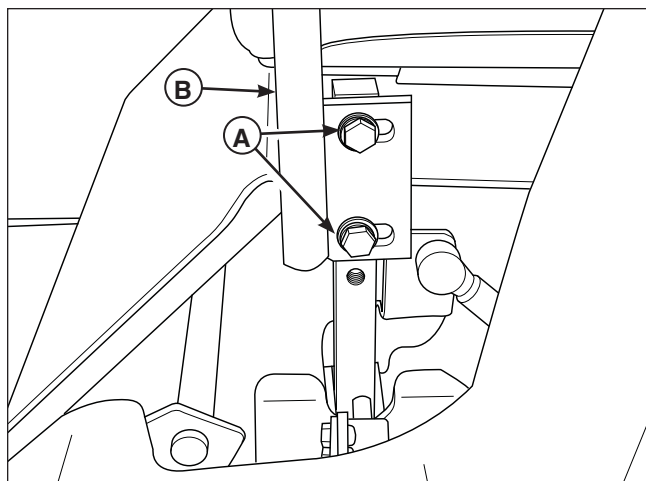

Figura 33. Ajuste de las palancas de control
Afloje los pernos de montaje (A, Figura 33) y haga girar la o las palancas (C) para alinearlas entre ellas.